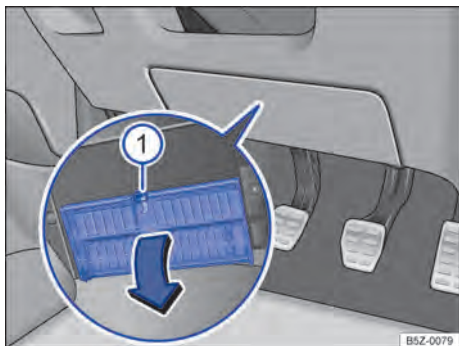

Fig. 166 No lado do condutor embaixo do painel de instrumentos: abrir a cobertura da caixa de fusíveis.
- **Abriu:** pressionar a alavanca de travamento ⇒ Fig. 166 ① até que a cobertura se abra.
- **Fechar:** rebater a cobertura no sentido contrário à seta até que ela se trave audivelmente na alavanca de travamento ①.